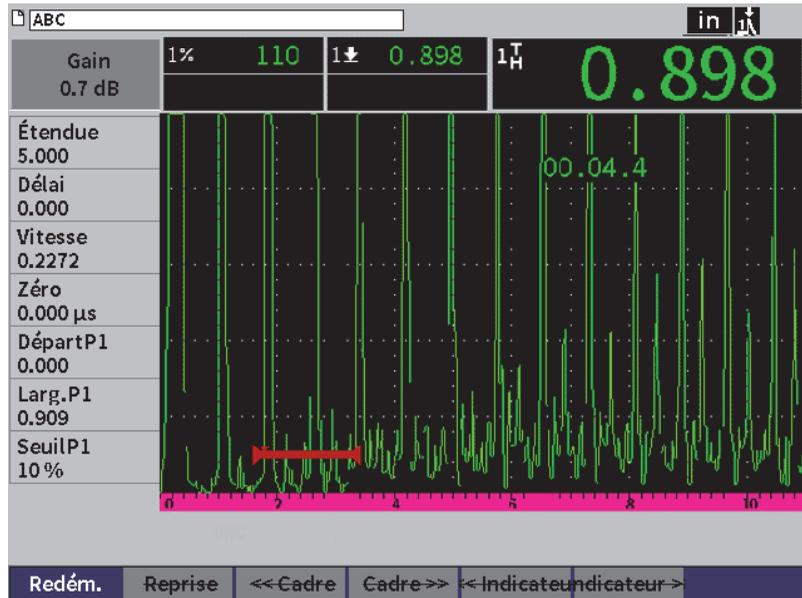

Figure 9-32 Revue d'une vidéo
3. Appuyez sur la touche d'entrée pour afficher la vidéo à revoir (voir Figure 9-32 à la page 165).